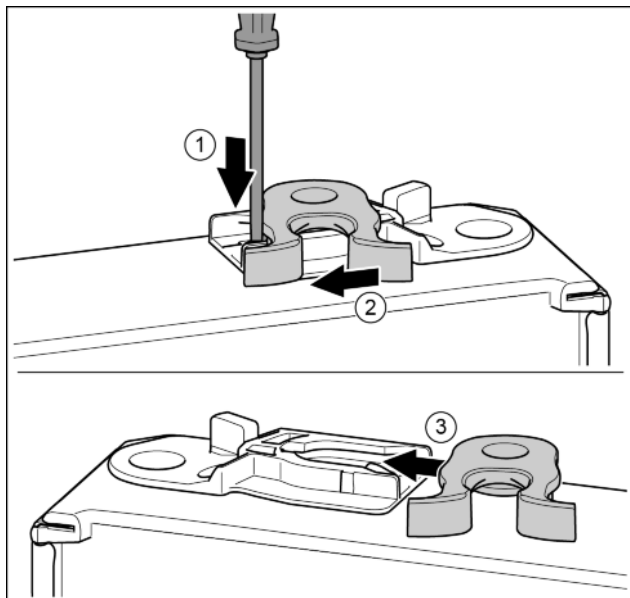

Fig. 19
- Apăsați în jos eclisa cu șurubelnița plată. Fig. 19 (1)
- Trageți cârligul de închidere din ghidaj. Fig. 19 (2)
- Împingeți pe partea opusă cârligul de închidere în ghidaj. Fig. 19 (3)